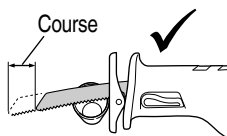
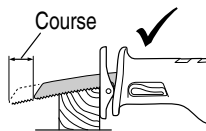

Fig. 15
Fig. 17
- Sélectionner une lame de la longueur appropriée. Idéalement, la longueur qui ressort du socle de la lame après soustraction de la distance de course doit être plus grande que le matériau (voir Fig. 15 et Fig. 17.)